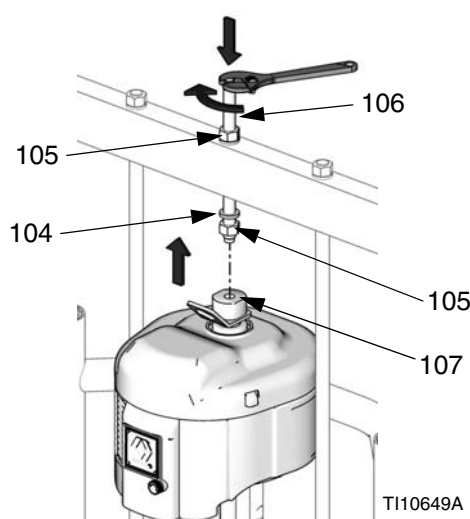

FIG.29
- b. Faites glisser la tige filetée (106) au travers du trou situé au centre du stabilisateur. Mettez les rondelles d'arrêt (104) et les écrous (105) sur la tige filetée (106), au-dessus et en dessous du stabilisateur. Utilisez la clé pour maintenir la manchette de raccordement de l'anneau de levage (107) et serrez la tige filetée (106) sur l'anneau de levage (107) à l'aide d'une autre clé. Voir FIG.29.
- c. Serrez l'écrou (105) en dessous du stabilisateur à 34 N•m maximum.
- d. Serrez l'écrou (105) au-dessus du stabilisateur pour verrouiller le moteur en place.